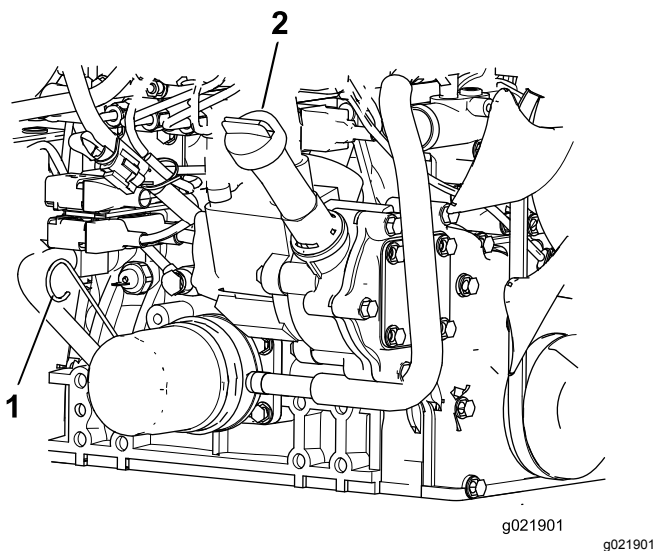

Figura 74
3. Retire la varilla, límpiela, vuelva a colocarla en el tubo y retírela de nuevo. El nivel de aceite debe estar entre las marcas LLENO y AÑADIR (Figura 74).
4. Si el nivel de aceite es bajo, retire el tapón de llenado y añada suficiente aceite para que llegue entre las marcas LLENO y AÑADIR (Figura 74).